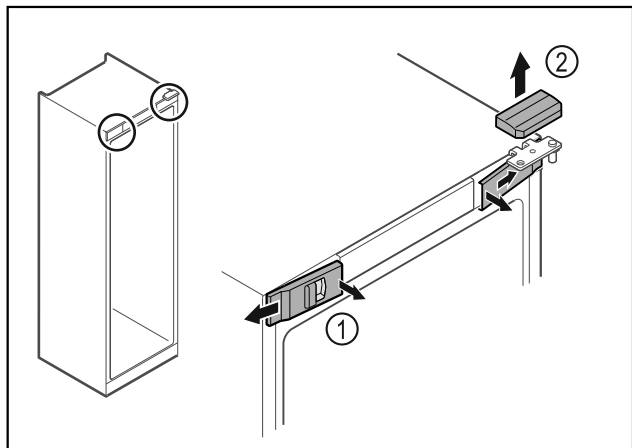

Fig. 6
- ▶ Uvolněte uvnitř přední kryty Fig. 6 (1) a sejměte je stranou.
- ▶ Horní kryt Fig. 6 (2) odeberte směrem nahoru.